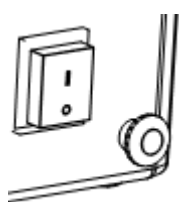
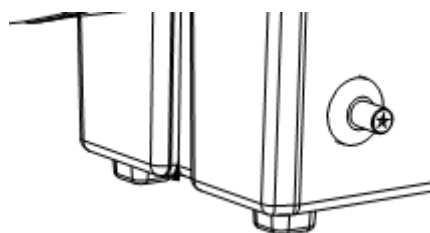

Figura 3
Figura 4
- b. Oprima el botón de la válvula de gas (Figura. 3) y oprima repetidamente el encendedor piezoeléctrico hasta que se encienda la llama. (Figura. 4)